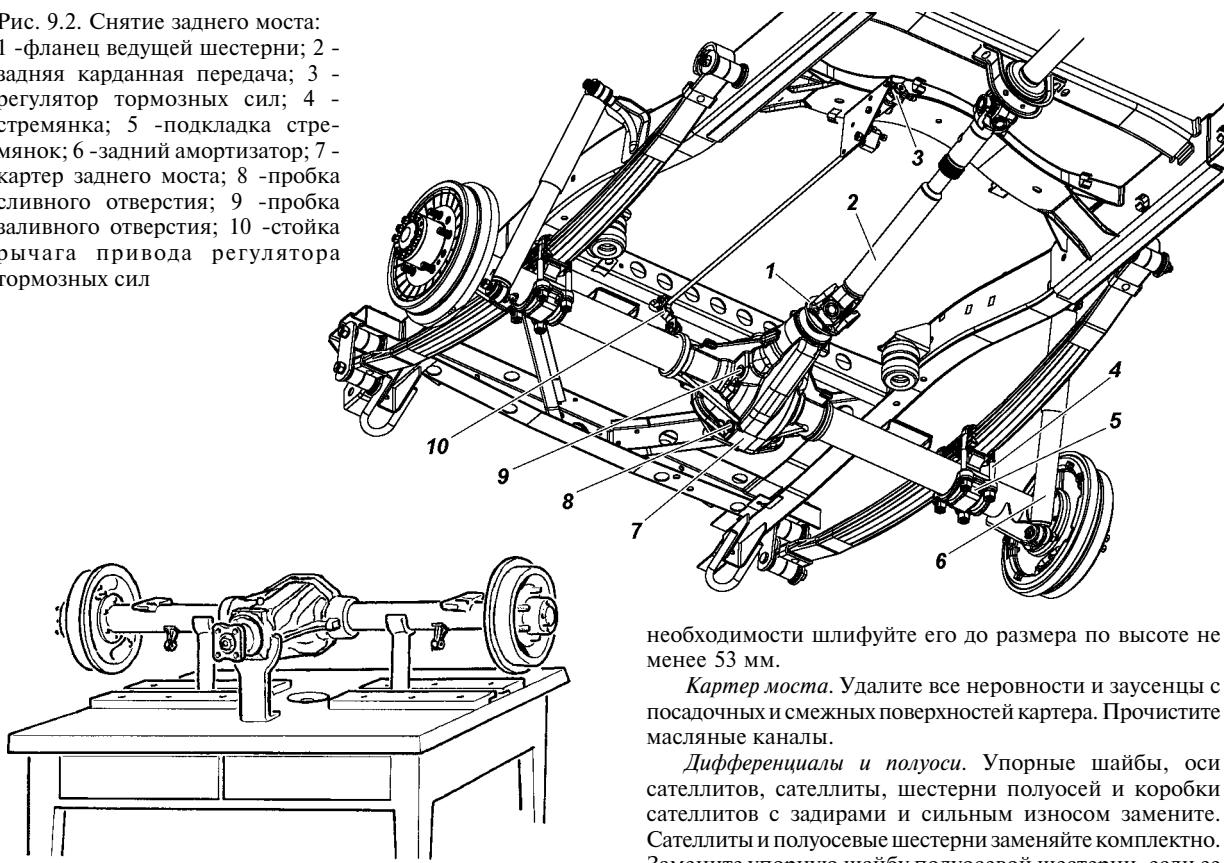

Рис. 9.3. Установка моста на стенде
1. Установите мост на стенд (рис. 9.3), отверните пробку 9 (см. рис. 9.2) заливного и пробку 8 сливного отверстий и слейте масло.